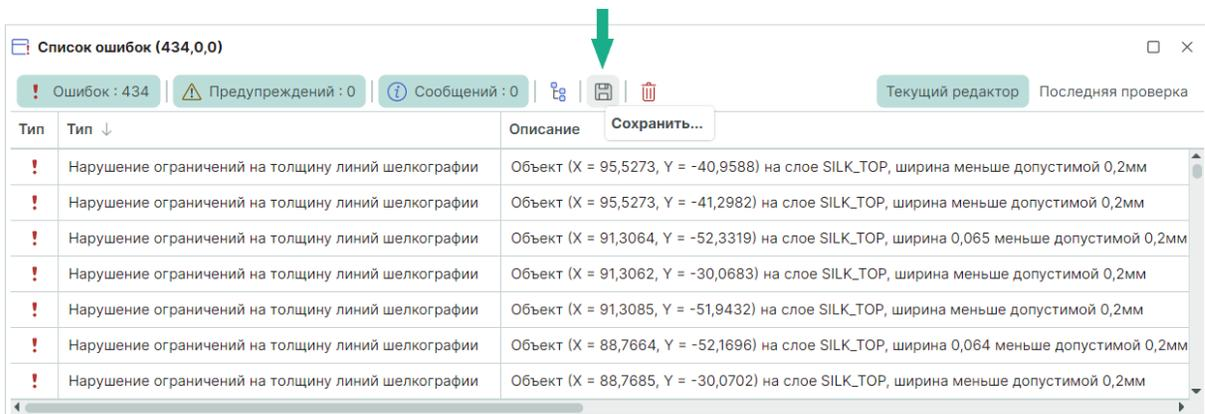

Рис. 566 Экспорт списка нарушений
1. Вызовите инструмент «Сохранить...», обозначенный символом , см. Рис. 566.